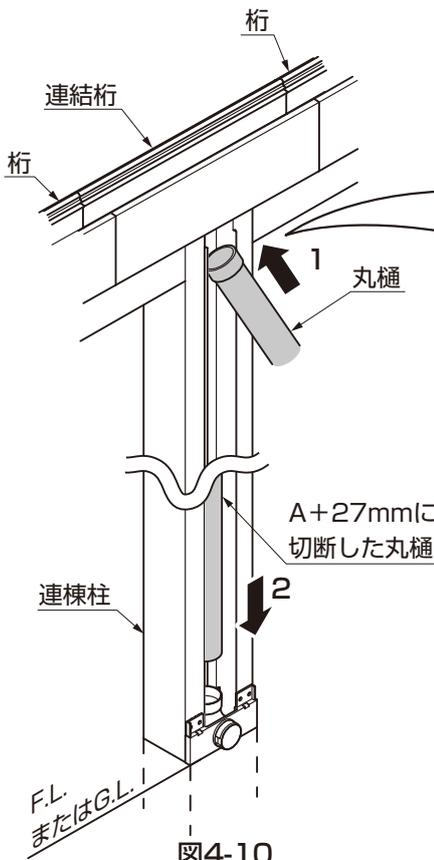

図4-10
- ⑤雨樋ジョイナー付きの丸樋を連結桁雨樋部品、雨樋下部品にはめ込んでください。(図4-10参照)